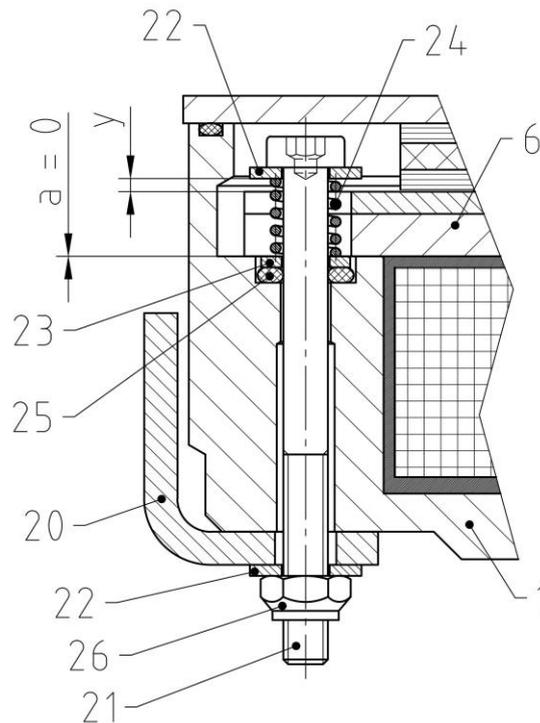

Bild 3.2:
3.1.6 Handlüftung (Bild 3.2) — nur bei Montage oder Demontage durch Kunden —
- Im Gegensatz zu den Bremsen der Baureihe FDW muß die **Ankerscheibe** (siehe **Bild 3.2**) jedoch **nicht abgebaut** werden.
- **Anziehen** der beiden **Betätigungsschrauben** (Pos. 21, Bild 3.2), bis die Ankerscheibe (Pos. 6) beidseitig am Magnetgehäuse anliegt → **a = 0**